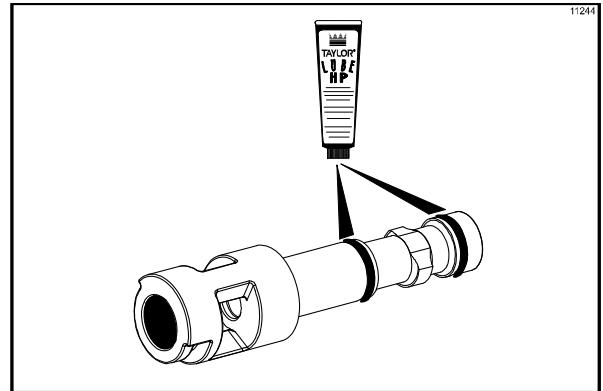

Abbildung 115
- Bauen Sie nun die Zapfventil-Kreiseinheit zusammen. Zunächst die Runddichtungen des Zapfventils auf Einschnitte oder Kerben prüfen. (Wenn schadhaft auswechseln!) Sind die Runddichtungen des Zapfventils in einwandfreiem Zustand, beide Runddichtungen in die Rillen am Zapfventil schieben und schmieren. (Siehe Abbildung 115.)